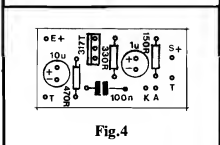

Fig.4
- FIG. 4 - "CHAPEADO" DA MONTAGEM - Na figura anterior (3) vimos a placa pela sua face cobreada (zonas metalizadas em preto, e zonas livres do cobre em branco...). Agora observamos a mesma placa, porém pela sua face não cobreada, onde ficam os componentes (quem adquirir o KIT já recebe sua plaquinha pronta, inclusive com demarcação em silk-screen, do presente "chapeado", o que torna a montagem uma verdadeira brincadeira...). Todas as peças estão devidamente identificadas pelos seus códigos e/ou valores, devendo o Leitor/Hobbista iniciante observar com mais atenção os componentes polarizados, quais sejam: o Integrado LM317-T (cuja lapela metálica deve ficar voltada para o resistor de 470R...) e os capacitores eletrolíticos (com as polaridades de seus terminais marcadas tanto no "chapeado" quanto no próprio "corpo" das peças...). Quanto aos resistores, cuidado para não inverter suas colocações em função dos seus valores... Quem ainda tiver dúvidas deve recorrer ao TABELÃO APE (nas páginas da Revista...). Terminadas as soldagens dos terminais dos componentes, tudo deve ser conferido (inclusive a "qualidade" dos seus pontos de solda, pelo "outro" lado da placa...), para só então cortar-se as "sobras" das "pernas"...